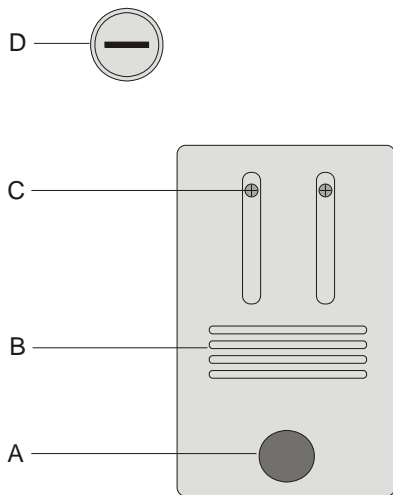

Fig. 1 Couverture du compartiment de la lampe : A Vis moletée, B Fentes d'aération, C Vis de fixation de la douille de lampe
- Desserrez les vis C du compartiment de la lampe et déplacez-les vers l'extérieur de manière à ce qu'elles se trouvent dans la position indiquée par la figure 1.